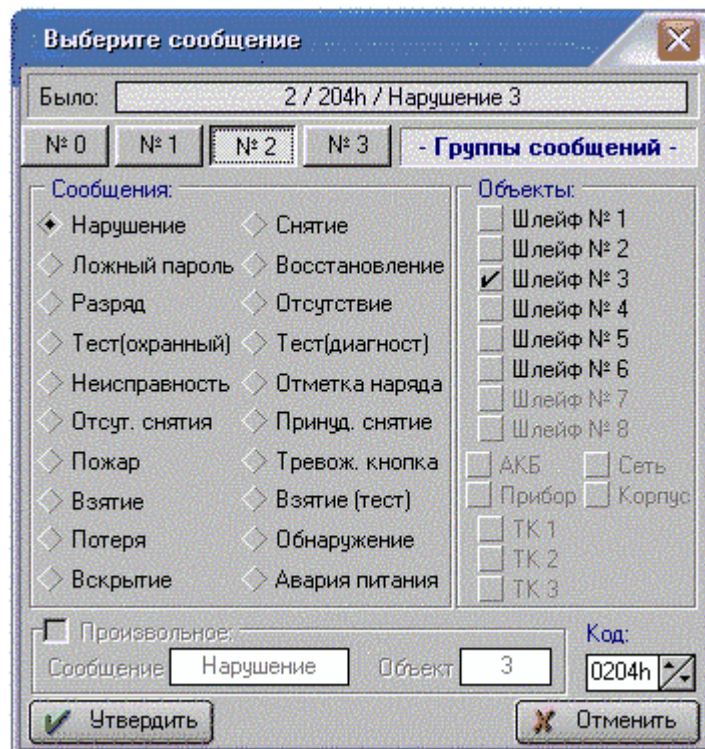

Рис. 3.27. Окно диалога редактирования кодов событий (протоколы RRD, RBA, RPI)
протоколов RMD и RSE все вспомогательные органы управления являются окнами-редакторами с кнопками, а для остальных протоколов в ячейках колонок «Сообщение» при получении фокуса появляется кнопка «...», для вызова диалогового окна редактирования кода события (рис.3.27).
- при получении фокуса (активности) в ячейке (если она доступна для редактирования) открывается вспомогательное окно-редактор. Для протоколов RMD и RSE все вспомогательные органы управления являются окнами-редакторами с кнопками, а для остальных протоколов в ячейках колонок «Сообщение» при получении фокуса появляется кнопка «...», для вызова диалогового окна редактирования кода события (рис. 3.27).